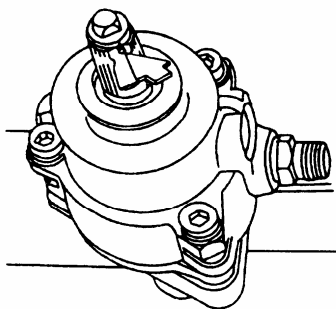

图 12-30 拆下转向齿轮轴的锁销
②把转向器固定在台虎钳上，并拆下转向齿轮轴的锁销，如图 12-30 所示。